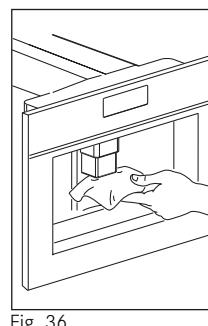

Fig. 36
- Pulire i beccucci periodicamente, servendosi di una spugna (Fig. 36).